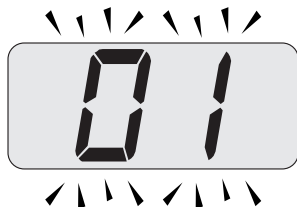

Figura 9.27
- Premere contemporaneamente i tasti 15 e 17 (Figura 9.25) fino a far apparire sul display LCD il valore del parametro 01 (Figura 9.27) (01=M160.2025 SM/M o 03=M160.3035 SM/M).